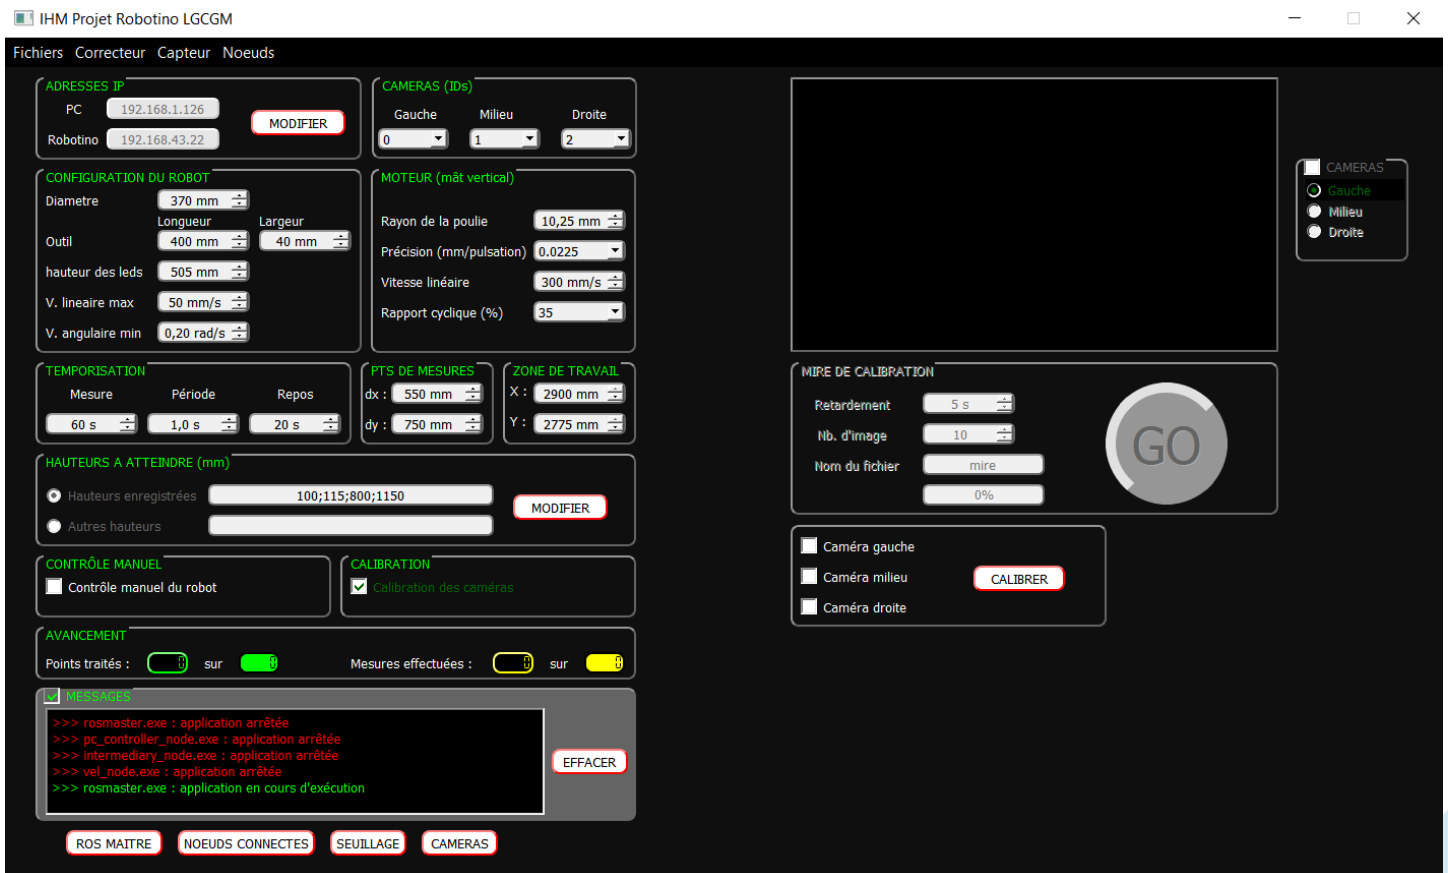

Figure 3: IHM: Visualisation du panneau de calibration
- Affichage du « panneau » de calibration des caméras (Figure 3)